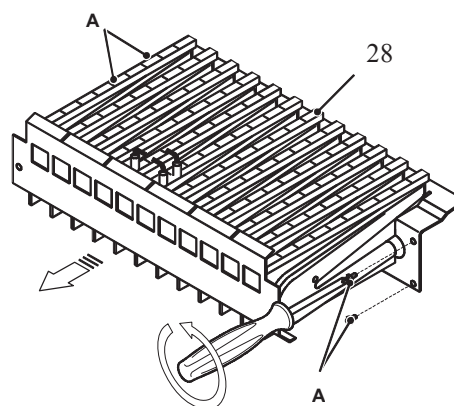

Fig. 7.2
- 4 Take the front panel of the combustion chamber off and remove the burner (28 in Fig. 7.2).
- 4 Снимите переднюю панель камеры сгорания и снимите горелку (28 на рис.7.2)